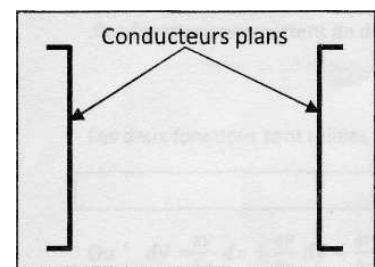

Figure 2: cuve avec 2 plaques parallèles
- ✓ Placer dans la cuve les deux conducteurs plans parallèlement, en les séparant d'une distance d'environ 12 cm. Mettre une feuille de papier millimétré sous la cuve de façon à faire coïncider l'axe Oy avec la plaque portée au potentiel $V=0$ (voir figure 2).
- ✓ Pour une différence de potentiel de 12 volts maximale entre les deux conducteurs plans, tracer les équipotentiels 2, 4, 6, 8, 10 Volts. Pour chaque équipotentielle, choisir cinq (5) points.
- ✓ Intercaler entre les deux conducteurs plans (au centre) un conducteur cylindrique isolé (voir figure 2).